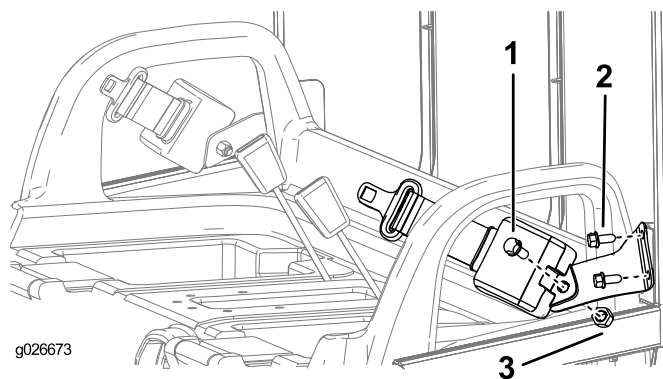

图7
1. 如**图7**所示，用 2 个螺栓（3/8 英寸）将安全带支架安装到各个 ROPS 凸耳上。
3. 如**图7**所示，用螺栓（7/16 英寸）和螺母（7/16 英寸）将各个安全带总成的伸缩端安装到各个安全带锚栓支架。